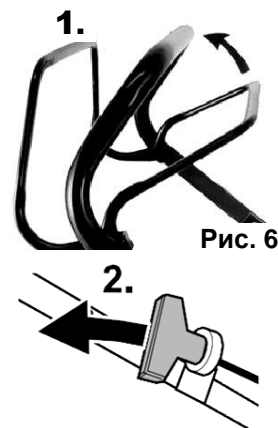

Рис. 6
5.1.2. Прижмите ручку тормоза (1)(См. Рис.6) к рукоятке управления.
5.1.3. Возьмите крепко в руки пусковую рукоятку (2)(См. Рис.6). Крепко удерживая ее в руках, плавно потяните шнур стартера, пока барабан стартера не войдет в зацепление с собачками храпового механизма.